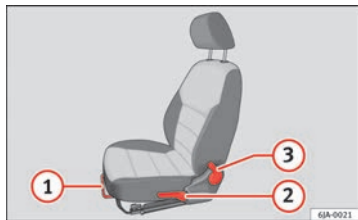

Abb. 69 Bedienungselemente am Sitz / Bedienungselemente an einem Sportsitz
- Ziehen Sie den Hebel ① ⇒ Abb. 69 (in der Mitte) nach oben und verschieben Sie den Sitz nach vorne oder hinten.
- Lassen Sie den Griff ① los und schieben Sie den Sitz weiter, bis die Sitzverriegelung hörbar einrastet.
- Um den Sitz anzuheben, ziehen bzw. Pumpen Sie den Hebel ② ⇒ Abb. 69 nach oben, bis der Sitz die gewünschte Position erreicht hat.
- Um den Sitz abzusenken, drücken bzw. Pumpen Sie den Hebel ② nach unten, bis der Sitz die gewünschte Position erreicht hat.
- Entlasten Sie die Sitzlehne (lehnen Sie sich nicht an), ziehen Sie den Hebel ③ ⇒ Abb. 69 und stellen Sie mit dem Rücken die gewünschte Neigung der Lehne ein.
- Wenn Sie den Hebel ③ loslassen, verbleibt die Lehne in der eingestellten Position. ■